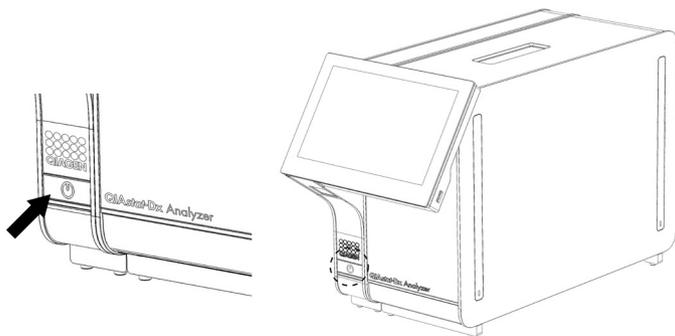

図 22. オン/オフボタンを押して本機器を起動。
1. QIAstat-Dx Analyzer 1.0 の前面のオン/オフボタンを押して装置を起動します (図 22)。